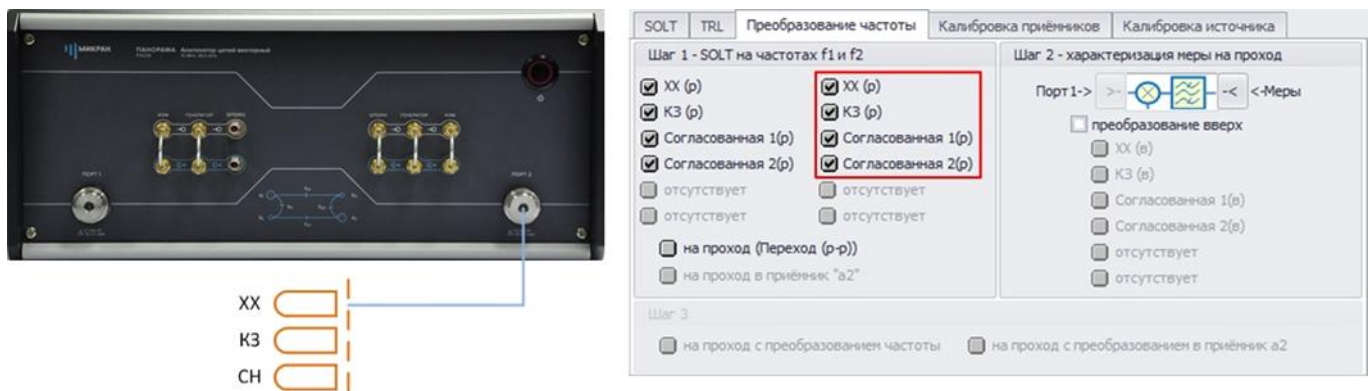

Рис. 24. Калибровка второго порта по отражению
11.3 Во вкладке «Преобразование частоты» выполните калибровку второго порта на отражение. Подключите поочередно нагрузки XX, КЗ, СН в сечении IF выхода смесителя (рис. 24);